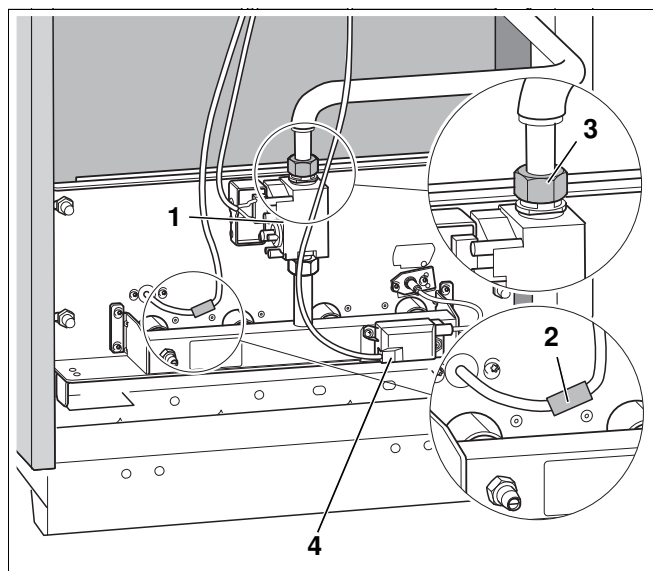

Рис. 37 Демонтаж горелки
- Отсоединить горелку от газовой арматуры в месте резьбового соединения (Рис. 37, поз. 3).
- Снять контактный предохранитель (Рис. 37, поз. 2) на контрольном кабеле и разъединить штекерное соединение.
- Вынуть штекер запального трансформатора (Рис. 37, поз. 4).